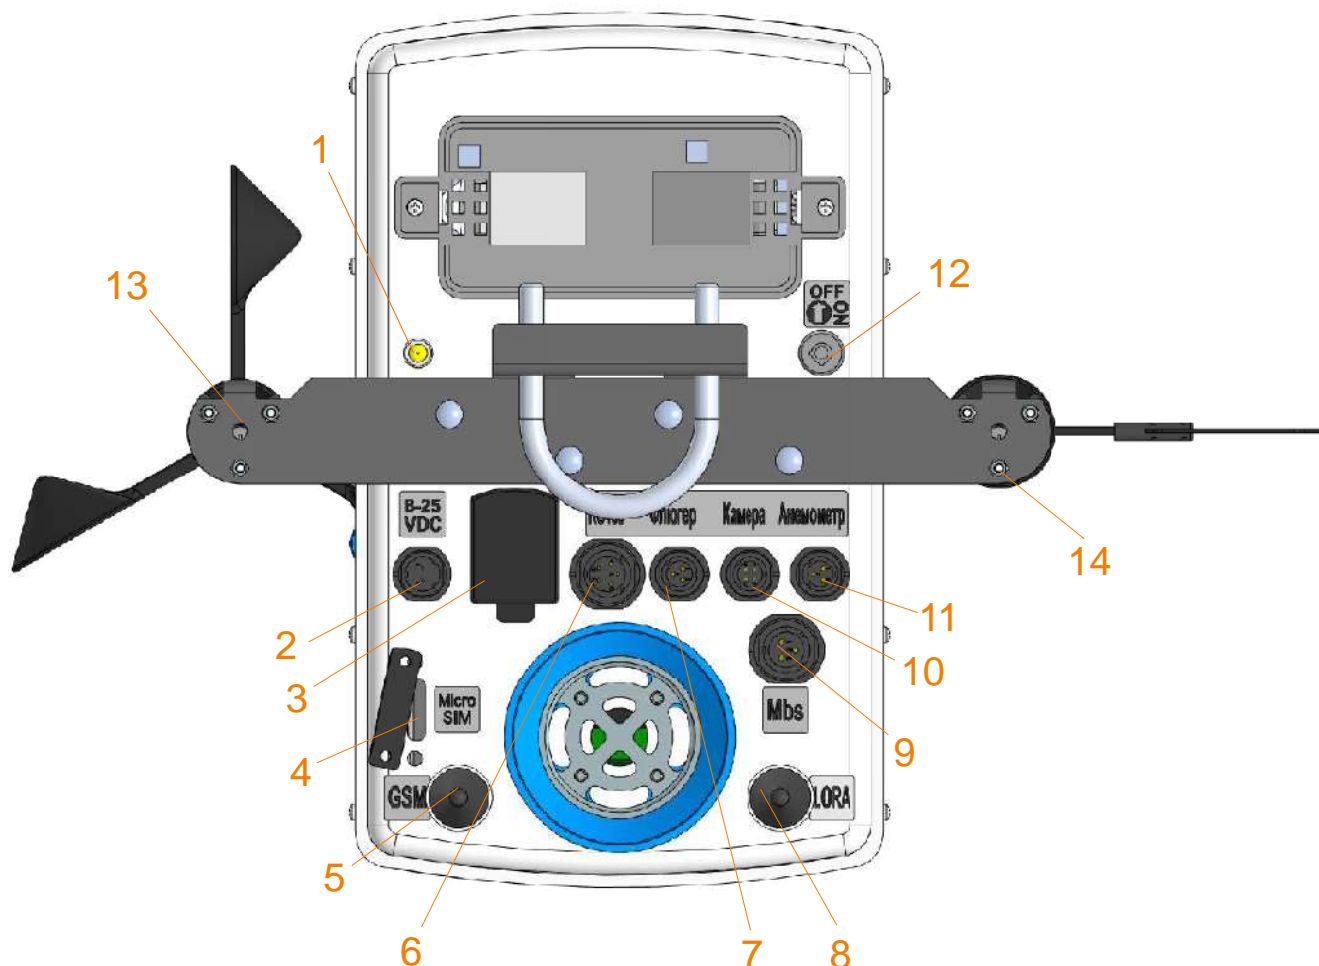

Рисунок 18 – Расположение разъемов на нижней панели станции СОКОЛ-М1:
6.7.1 Установить SIM-карту в разъем (рис.17; рис.18 поз.4), карта устанавливается контактами «внутри» корпуса станции до щелчка;
6.7.2 Включить питание метеостанции СОКОЛ-М1 с помощью ключа (разъем 12 на рис. 18). Включение/выключение изделия осуществляется двойным поворотом ключа.
- установить измерители скорости и направления воздушного потока на корпус метеостанции и зафиксировать с помощью крепежных винтов (рис. 18). Установить крыльчатку анемометра на вал измерителя скорости воздушного потока, закрепить шайбой и винтом (рис.21);
- подключить интерфейсные кабели измерителей направления и скорости ветра к разъемам 7 и 11 согласно маркировке на корпусе изделия (рис.18). Опционально датчики ветра могут быть установлены на расстоянии до 15 метров от метеостанции. Возможное расположение датчиков ветра относительно метеостанции СОКОЛ-М1 указано на рис.20;
- установить антенны поз.5 и поз.8 согласно маркировке на корпусе изделия (рис.18);
- установить SIM-карту в разъем 4 и включить метеостанцию поворотом ключа (разъем 12 рис.18) (см. п. 6.7). После включения светодиодный индикатор 1 начнет мигать с частотой 3 раза в секунду (метеостанция находится в режиме захвата времени) или 1 раз в секунду (в метеостанции установлено время);
- соединить метеостанцию с ПК с помощью USB-кабеля, идущего в комплекте (см. рис.18 поз.3);